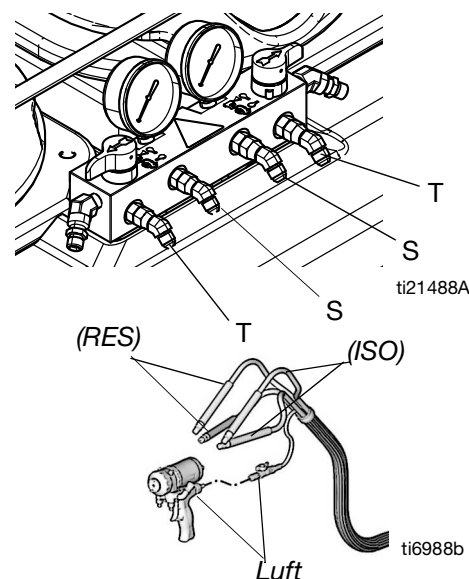

FIG. 5 Anslut återcirkulationsslangarna
1. Anslut vätsketillförselslangarna till utloppsslanganslutningarna (S, FIG. 5). Röda slangar för ISO, blåa för RES. Kopplingar är dimensionerade för att förhindra anslutningsfel. Anslut den andra änden på slangarna till pistolens ISO- och RES-ingångar.